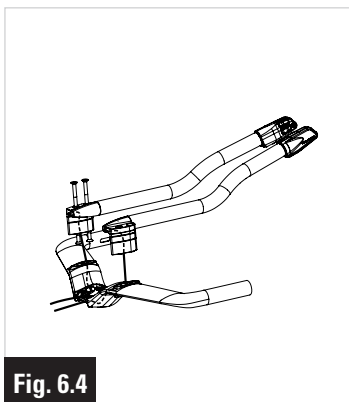
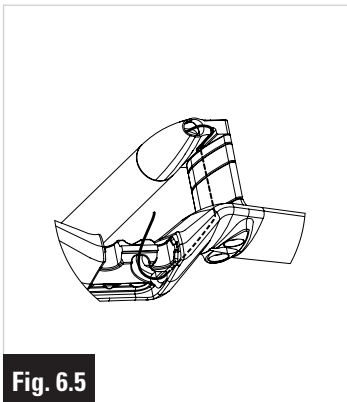

Fig. 6.4
Fig. 6.5
- 3- **Assemblaggio delle prolunghe sul manubrio.** Far passare i fili nelle sezioni oblunghe a livello del fissaggio dei supporti prolunghe fino ai fori centrali del manubrio (Fig. 6.4). Tendere i fili nelle prolunghe, e posizionarli nella scanalatura dei supporti prolunghe (Fig. 6.5). Tendere ancora i fili nel manubrio e avvitare i supporti prolunghe sul manubrio.